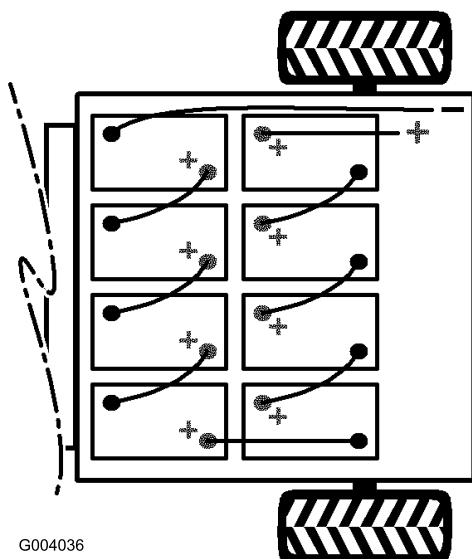

Figure 6
- Mettez en place les batteries (Figure 6).
Remarque: Tenez compte de la polarité lors de la mise en place des batteries neuves (Figure 6).
6. Reliez les batteries entre elles à l'aide des câbles fournis avec les pièces détachées (Figure 6).
7. Serrez le boulon et fixez l'autre côté du clip avec un boulon (5/16 x 3/4 po) neuf et un écrou à embase (5/16 po) (Figure 6).
8. Connectez le long câble rouge positif principal entre la rangée de batteries et la machine (Figure 6).
9. Connectez le long câble noir négatif principal entre la rangée de batteries et la machine (Figure 6).